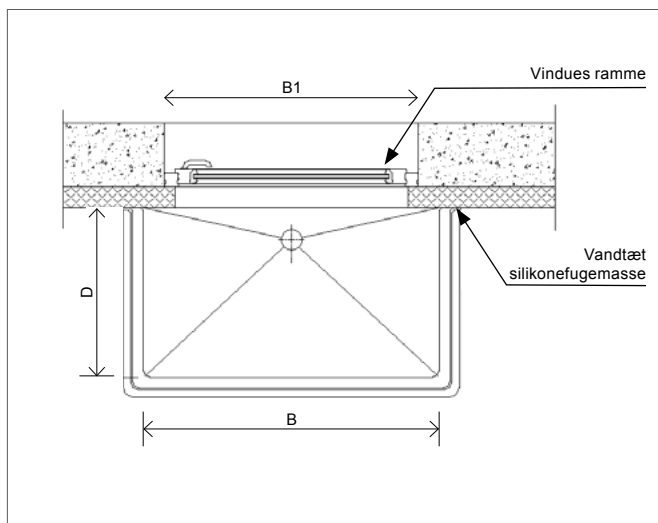
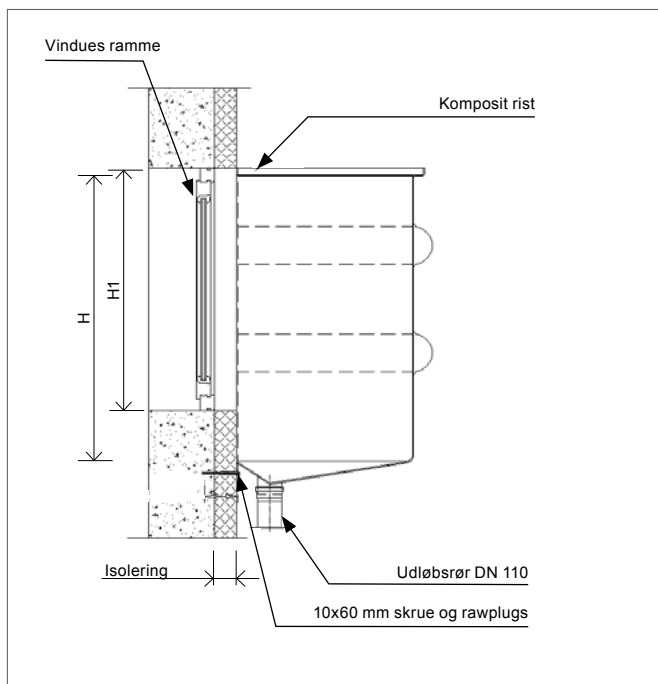

Fig. 1
Fig. 2
Før lyskassen monteres bør det sikres, at lyskassens mål passer til vinduesrammen. Lyskassens indvendige bredde (B) skal være mindst 100 mm bredere end vinduesrammen (B1) (se fig. 1). Lyskassens indvendige højde (H) skal være mindst 50 mm højere end vinduesrammen (H1) (se fig. 2).